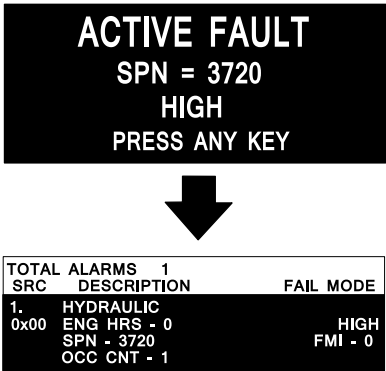

Figure 17
- Avertissement moteur SPN 3720, FMI 16 (Figure 17)